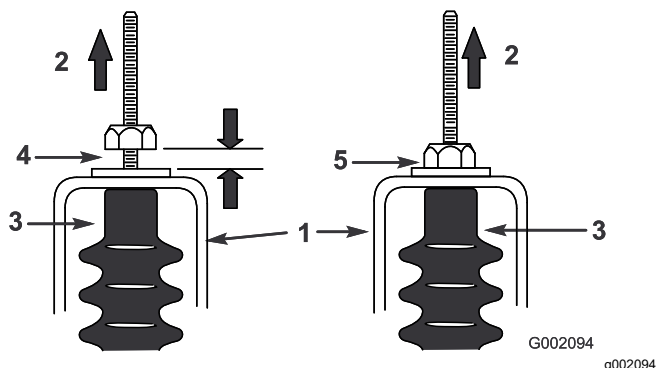

Figure 46
5. Tirez sur chaque câble d'inverseur et vérifiez qu'un espace de 0,76 à 1,52 mm (0,03 à 0,06 po) existe entre l'écrou/la rondelle et la patte de réglage du point mort (Figure 46).